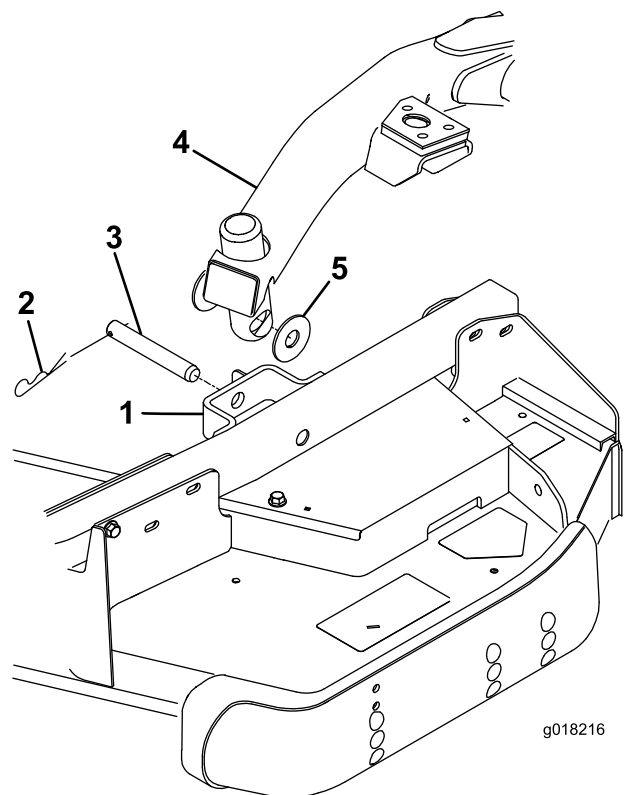

Figura 4
- Retire las 2 arandelas de empuje, el pasador y la chaveta de los soportes del brazo de la rueda giratoria de la unidad de corte (Figura 4).
- Presione el interruptor de elevación hacia adelante, a la posición de Flotación. Empuje hacia abajo uno de los brazos de elevación hasta que los taladros del brazo de elevación estén alineados con los taladros del soporte del brazo de la rueda giratoria (Figura 4).
- Sujete el brazo de elevación al brazo de la rueda giratoria con 2 arandelas de empuje, un pasador y una chaveta. Coloque las arandelas de empuje entre el brazo de elevación y el soporte del brazo de la rueda giratoria (Figura 4). Introduzca el extremo del pasador de horquilla en la ranura de la pestaña del brazo de la rueda giratoria para retener el pasador.